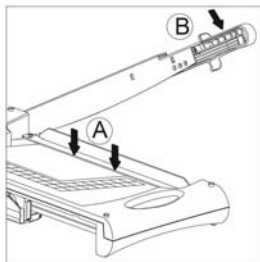

Figura 2
- 4 Coloque el material a cortar en la posición deseada debajo de la regleta de apriete y empuje la misma hacia abajo (figura 2, A).
- 5 Empuje la palanca para cortar hacia abajo (figura 2, B).